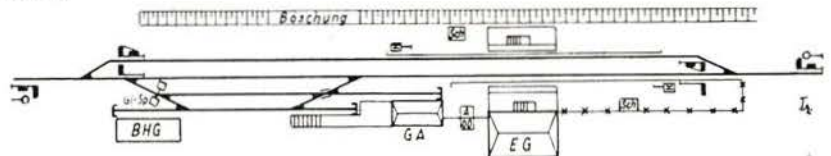

Bild 11
11. Ländlicher Kreuzungsbahnhof (Bild 11)
Als ein anderes Beispiel sei der Gleisplan nach Bild 11 aufgeführt. Den Ort brauchen wir nur anzudeuten, da